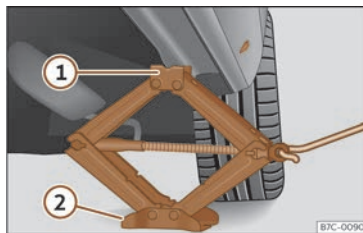

Fig. 245 Bas de caisse : emplacement du cric du véhicule.
- Tournez la manivelle du cric, placé sous le point d'appui du bas de caisse, pour le lever jusqu'à ce que l'ergot ① >>> **fig. 245** se trouve sous le logement prévu à cet effet.
- Alignez le cric de sorte que l'ergot ① « s'encastre » dans le logement prévu à cet effet sur le bas de caisse et que la plaque de base mobile ② repose sur le sol. La plaque de base ② doit se situer à la verticale du point d'appui ①.